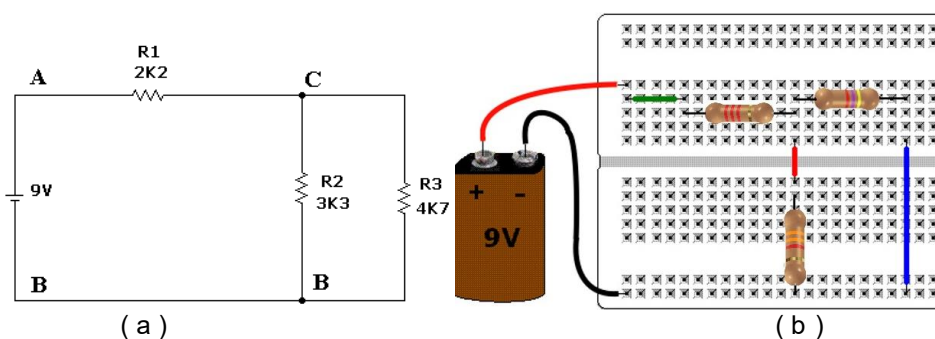
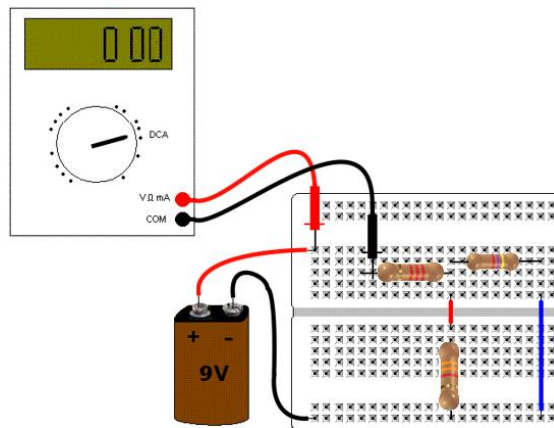

Figura 3 – (a) Circuito misto (b) sugestão de *layout*
Figura 5 – Medindo a corrente fornecida pelo gerador I1
4) Meça a corrente total ($I_T = I_1$) que entra na associação, anote na tabela 2. Para medir a corrente total substitua o jumper verde, na Figura 3, pelo amperímetro conforme sugestão de *layout* da Figura 5.